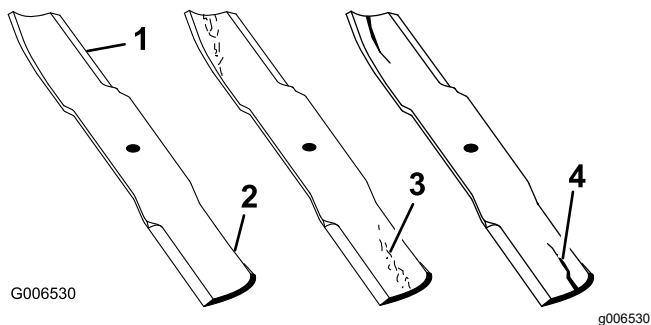

Figura 70
1. Controllate i taglienti (Figura 70).
4. Se notate incrinature, usura o scanalature in questa zona, montate immediatamente una nuova lama (Figura 70).